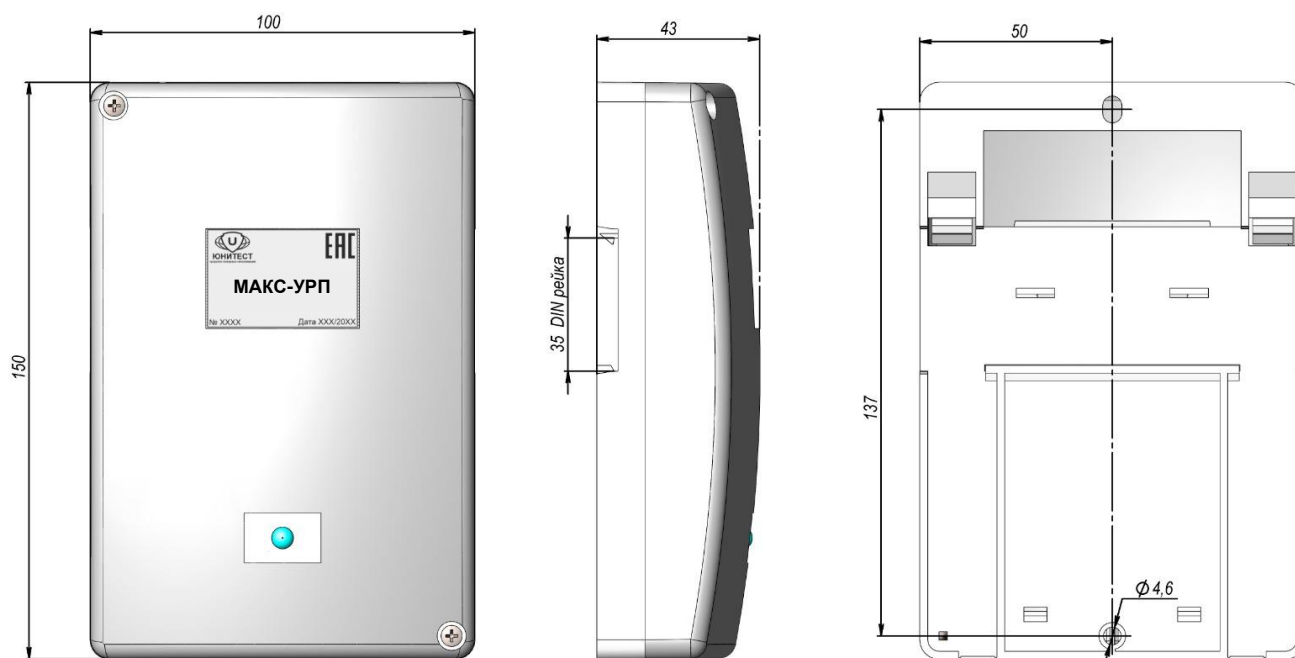

Рис.1. Габаритные и установочные размеры МАКС-УРП.
2.1.2. Габаритные и установочные размеры модуля показаны на рис.1, принципиальные схемы подключения для приводов разного типа – на рис.2 – 6.